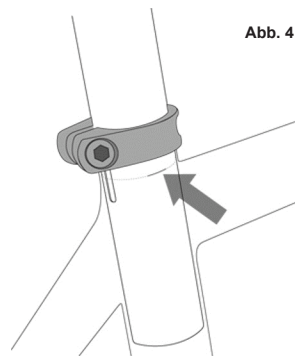

Abb. 4
- Ziehen Sie die Sattelstützenklemme gemäß dem empfohlenen Drehmoment wieder fest (Anhang D oder Anweisungen des Herstellers). Wenn Sie die richtige Sattelhöhe eingestellt haben, stellen Sie sicher, dass die Sattelstütze nicht mit der Markierung „Mindeinstecktiefe“ oder „Maximale Verlängerung“ über den Rahmen herausragt (Abb. 4).